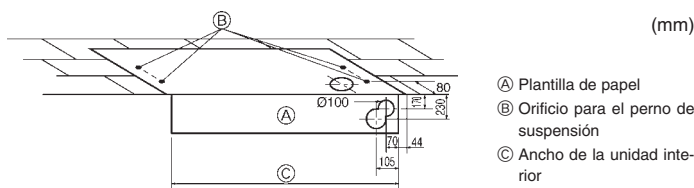

Fig. 3-3
3) Selección de las posiciones de los tubos y de los pernos de suspensión (Fig. 3-3)